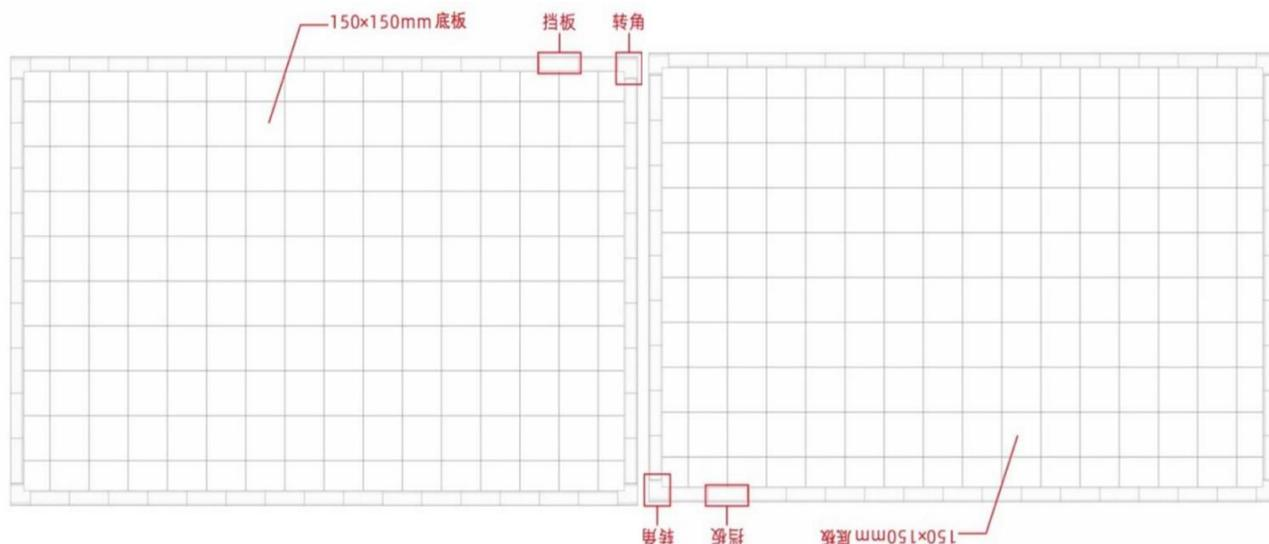

图 3 两个拼接式赛台
3.1.2 单个赛台外边长 2400mm、宽 1500mm，可能会有拼装的误差，参赛队需要适应，实际尺寸以赛前公布的尺寸为准。为增加机器人创新挑战赛的趣味性，本次赛事设置有合作任务，比赛时两个赛台短边紧贴放置，如图 3 所示。